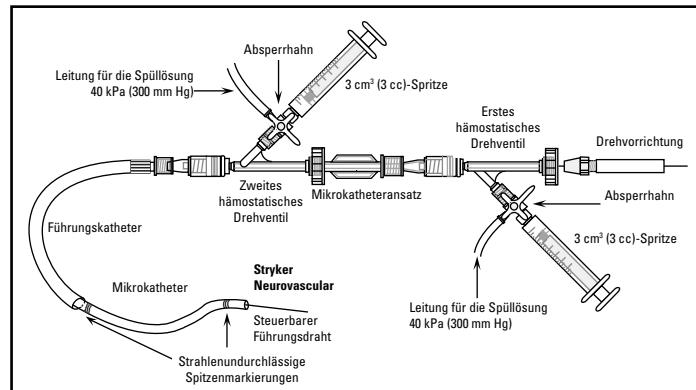

Abbildung 1. Beispielkonfiguration für kontinuierliche Spülung
4. Die Drehvorrichtung über das proximale Ende des Führungsdrahts schieben (siehe Abbildung 1) und sichern.
Die empfohlene Konfiguration für die kontinuierliche Spülung ist in Abbildung 1 dargestellt. Die hämostatischen Drehventile werden verwendet, um eine gute Flüssigkeitsableitung zu erzielen. Sie werden am Führungskatheter und am Mikrokatheter angeschlossen. Die Absperrhähne werden an den Nebenarmen der hämostatischen Drehventile angeschlossen, die als Infusionsanschlüsse für geeignete Spül- oder Kontrastmittelinjektionen dienen.
- Die Rändelschraube am hämostatischen Drehventil öffnen und die aus Mikrokatheter und Führungsdraht bestehende Einheit vorsichtig durch das hämostatische Drehventil des Führungskatheters schieben (zweites hämostatisches Drehventil in Abbildung 1). Das O-Ring-Ventil am Mikrokatheter so festziehen, dass ein Rückfluss verhindert, ein Vorschieben des Mikrokatheters jedoch nicht eingeschränkt wird.